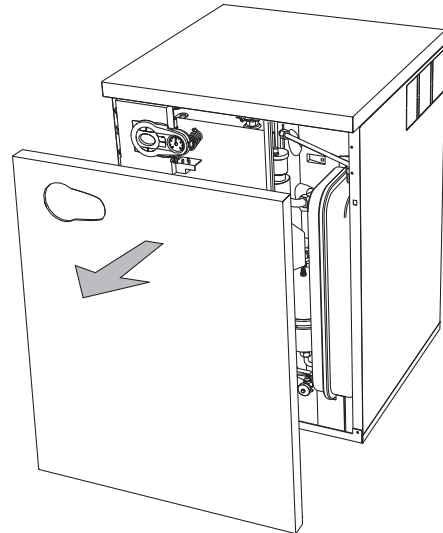

fig. 24 - Apertura del panel frontal
2. Quite el panel frontal (fig. 24).
Para abrir la cubierta de la caldera, tire del panel hasta desengancharlo (fig. 24).